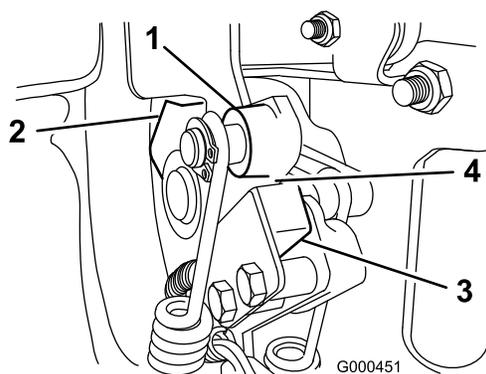

図 33
2. 走行レバーを、ニュートラル・ストップに接触させる（図 33）。
3. スイッチ（図 33）を固定しているネジをゆるめる。
4. 走行レバーとスイッチ（図 33）の間に 0.8 mm のすきまゲージをはさむ